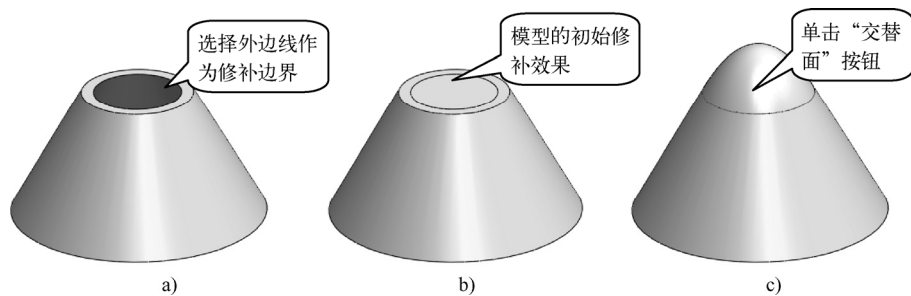

图 5-39 “交替面”按钮的作用
- “交替面”按钮:当在实体模型上生成填充曲面时此按钮有效,如图 5-39 所示,单击此按钮可为填充曲面反转边界面。